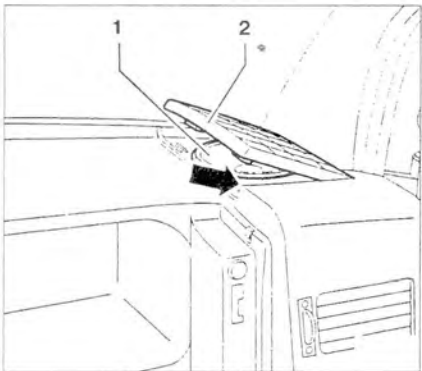

Рис. 10.38. Снимите крышку **2** правого динамика и извлеките динамик **1**. Выкрутите винт (стрелка).
20. Снимите крышку **2** правого динамика и извлеките динамик **1**. Выкрутите винт (стрелка) (рис. 10.38).